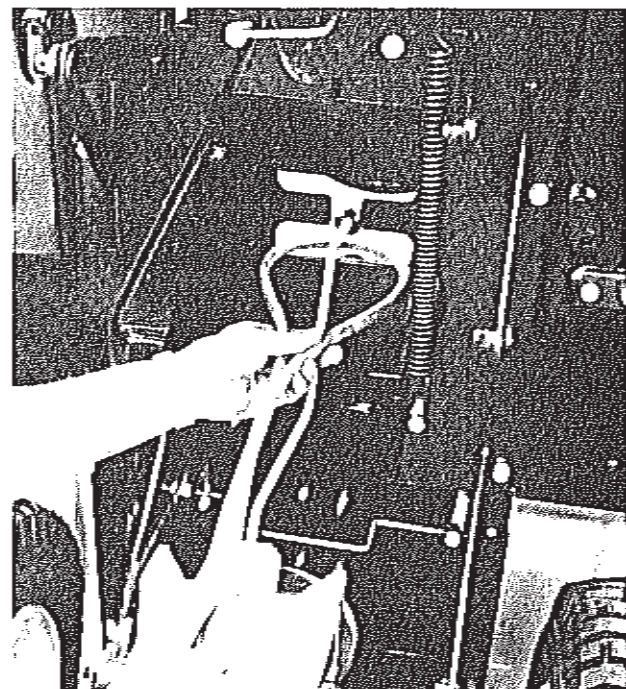

Abb. 20
7. Klappen Sie das Schneidwerk nach unten und entfernen Sie von den beiden Keilriemenscheiben des Messerantriebs den Keilriemenschutz, Abb. 20.